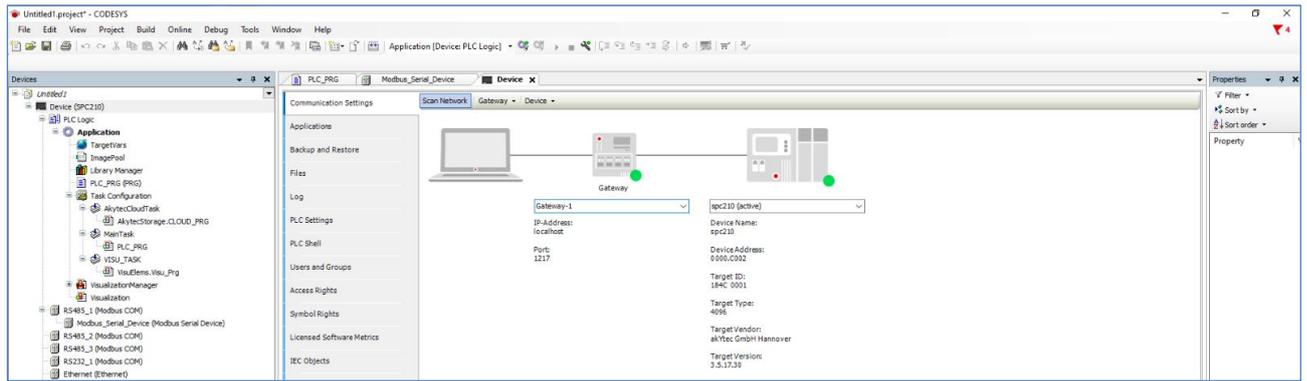

Abb. 15.9
1.10. Tragen Sie die IP-Adresse des Geräts ein oder suchen Sie das Gerät durch Scannen des Netzwerks (Abb. 15.9).